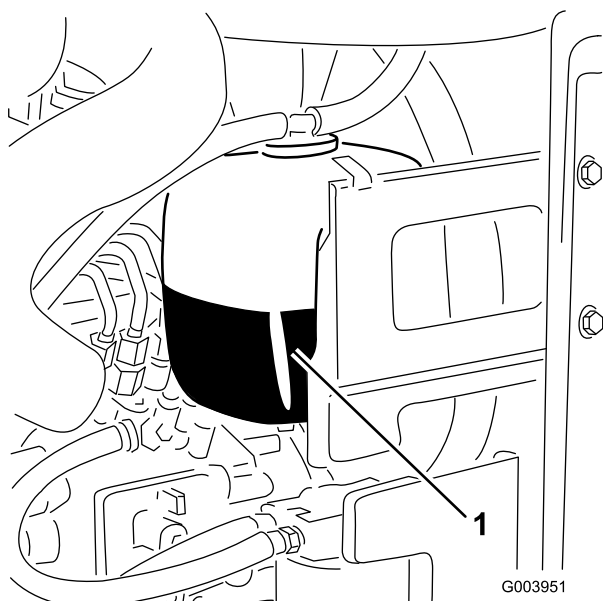

Figura 58
1. Compruebe el nivel de refrigerante en el depósito de expansión (Figura 58).